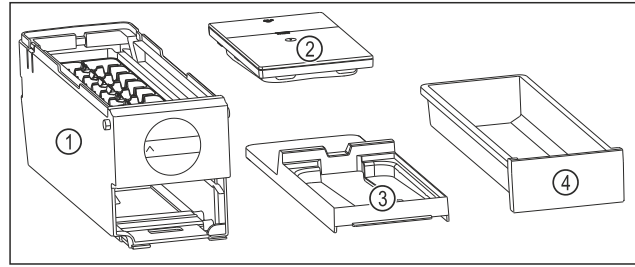

Fig. 132 Bestandteile des EasyTwist-Ice
- ▷ EasyTwist-Ice ist in vier Teile zerlegt. (siehe Fig. 132)
- ▶ EasyTwist-Ice nur in abgebildete Bestandteile zerlegen. (siehe Fig. 132)
- ▶ EasyTwist-Ice-Körper Fig. 132 (1) als Ganzes reinigen.